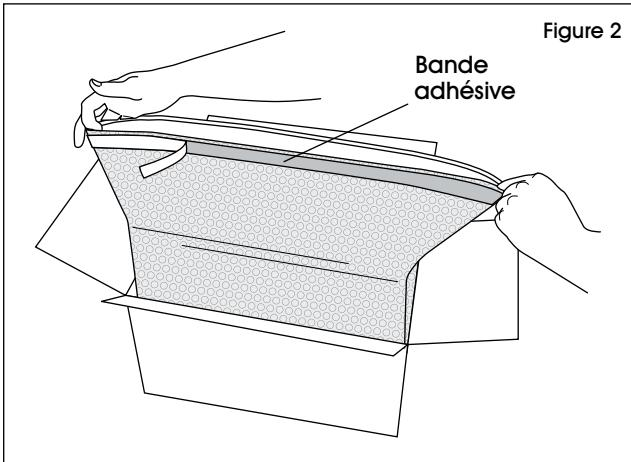

Figure 2
3. Peel the backing paper off of adhesive strip. Pull liner on opposite ends along adhesive strip. (See Figure 2)
3. Décollez la pellicule protectrice de la bande adhésive. Tirez sur le revêtement aux extrémités de la bande adhésive. (Voir Figure 2)